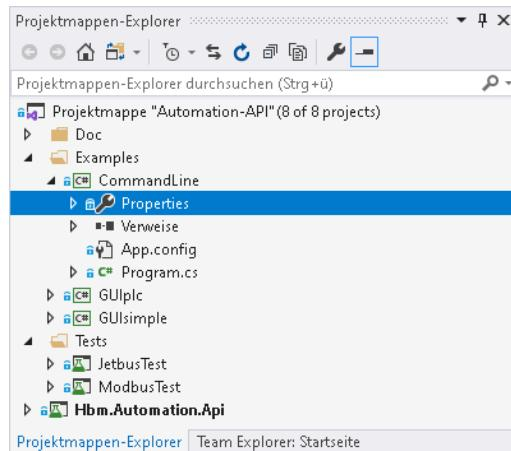

Abb. 6.1 Eigenschaften aufrufen
- ▶ Klicken Sie mit der rechten Maustaste auf **CommandLine** im Ordner **Examples** im Projektmappen-Explorer und wählen Sie **Eigenschaften** oder doppelklicken Sie direkt auf **Properties** (Abb. 6.1).